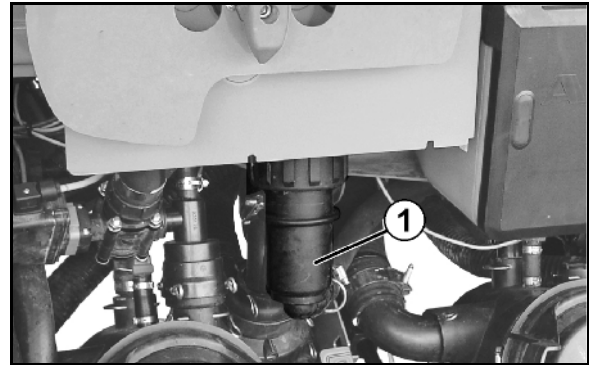

Fig. 120
2. Druckfilter (Fig. 120/1) entnehmen und mit Wasser reinigen.